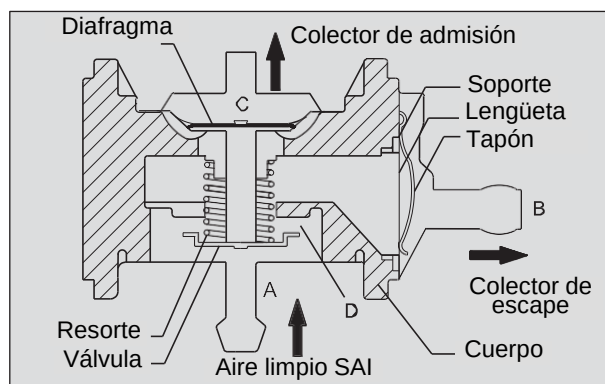

Fig. 4.37
- Aire limpio de la caja filtro pasa a través del ducto de entrada (A), en dirección al ducto de salida (B), que está conectado al colector de escape, este tiene una válvula de retención que evita que los gases de escape circulen en dirección hacia la caja filtro. Cuando hay vacío en la cámara (C) el diafragma se levanta cerrando el ducto (D) evitando el flujo de aire limpio entre (A) y (B). El flujo de aire limpio desde el ducto (A) hacia el ducto (B) depende del vacío creado en el colector de admisión. (Fig. 4.37)